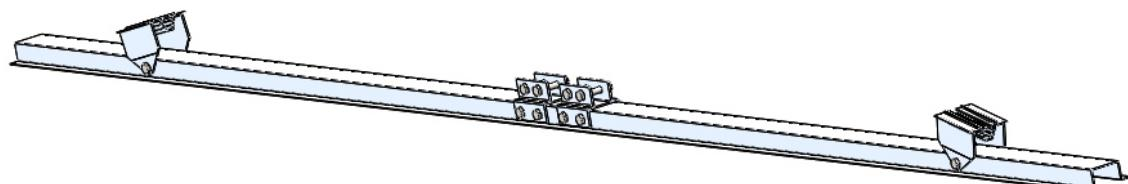

fig.1
- a. Montati conexiunea baza spate (2) si piesa conectare fata (4) pe sina (fig. 1)